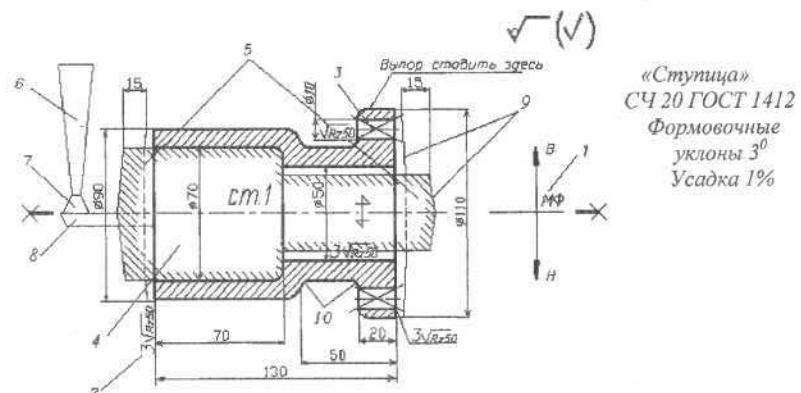

Рис. 2. Чертёж элементов литейной формы с модельно-литейными указаниями
При разработке чертежа (эскиза) "Элементы литейной формы" детали формы обозначают условно (рис. 2).
Стержни обозначают буквами "ст." и порядковыми номерами, например, ст. 1 (см. рис. 2).
5. Литниковую систему и прибыли – каналы, питающие форму расплавленным металлом (стойки 6, шлакоуловитель 7, питатели 8, выпор), вычерчивают тонкими линиями в поле чертежа, которые допускается выполнять красным цветом (см. рис. 2). Геометрические размеры элементов литниковой системы определяются с помощью отдельных расчётов.
конфигурации знаков, указанных на рис. 2. На модели предусматривают формовочные уклоны на стенках, перпендикулярные плоскости разъема (определены Государственным стандартом), и радиусы скруглений в местах сопряжения стенок. Размеры моделей выполняют с учетом припусков на механическую обработку, технологических припусков и усадки сплава, из которого изготавливают отливку. Величины усадки и формовочных уклонов следует указать на чертеже (эскизе) "Элементы литейной формы" в виде технологических указаний (см. рис. 2).